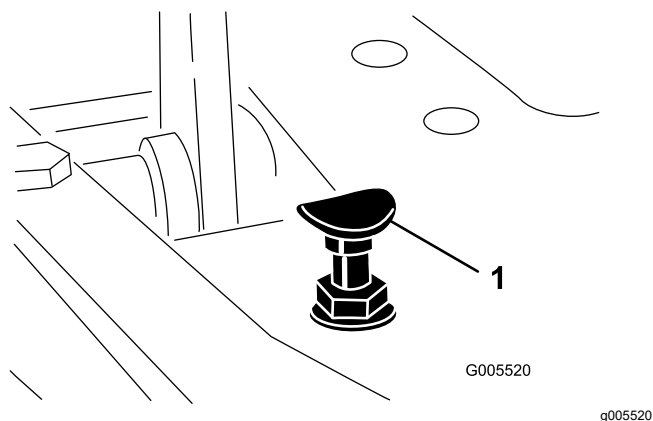

Figure 42
Pour obtenir la vitesse de transport maximale, placez le sélecteur de fonction en position de TRANSPORT et appuyez sur la pédale de déplacement. Si la pédale touche la butée (Figure 42) avant que la tension soit ressentie sur le câble, procédez comme suit :
- 1. Placez le sélecteur de fonction à la position de TRANSPORT et desserrez le contre-écrou de fixation de la butée de pédale au plancher (Figure 42).